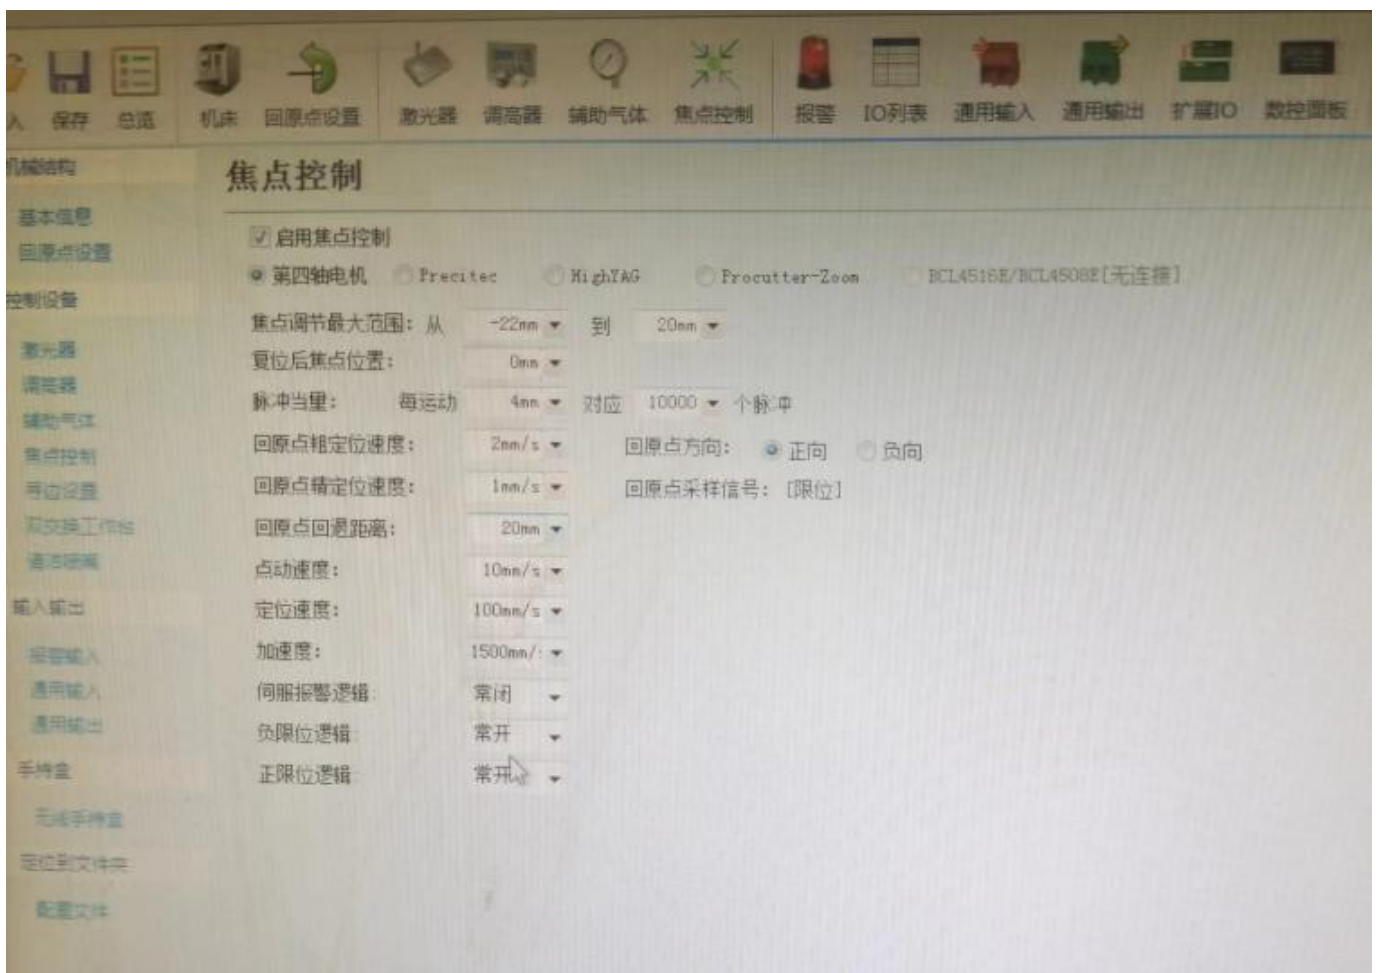

图3.0
- ① 打开软件配置平台，设置焦点回退距离20mm（可根据实际情况微调），使聚焦焦点在零刻度位置（以柏楚为例）如图3.0所示。